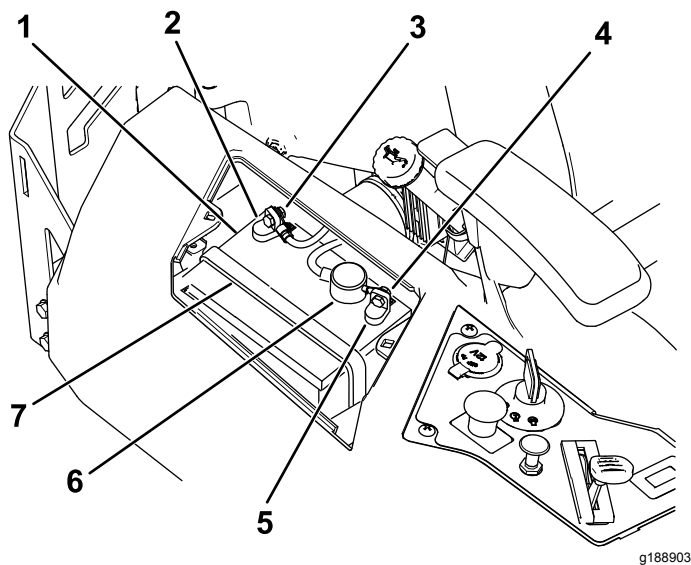

Figura 54
4. Desconecte el cable negativo de tierra (negro) del borne de la batería (Figura 54).
6. Desconecte el cable positivo (rojo) del borne de la batería (Figura 54).
7. Retire la correa de sujeción de la batería (Figura 54) y levante la batería para retirarla de su bandeja.
1. Coloque la batería en la bandeja (Figura 54).
5. Fije la batería con la correa de sujeción (Figura 54).